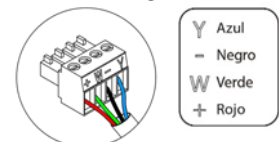

Fig. 16
Para la conexión con el termostato (4) dispone de una borna de 4 pines. Fije los cables con los tornillos de la borna respetando el código de colores (Fig. 16).